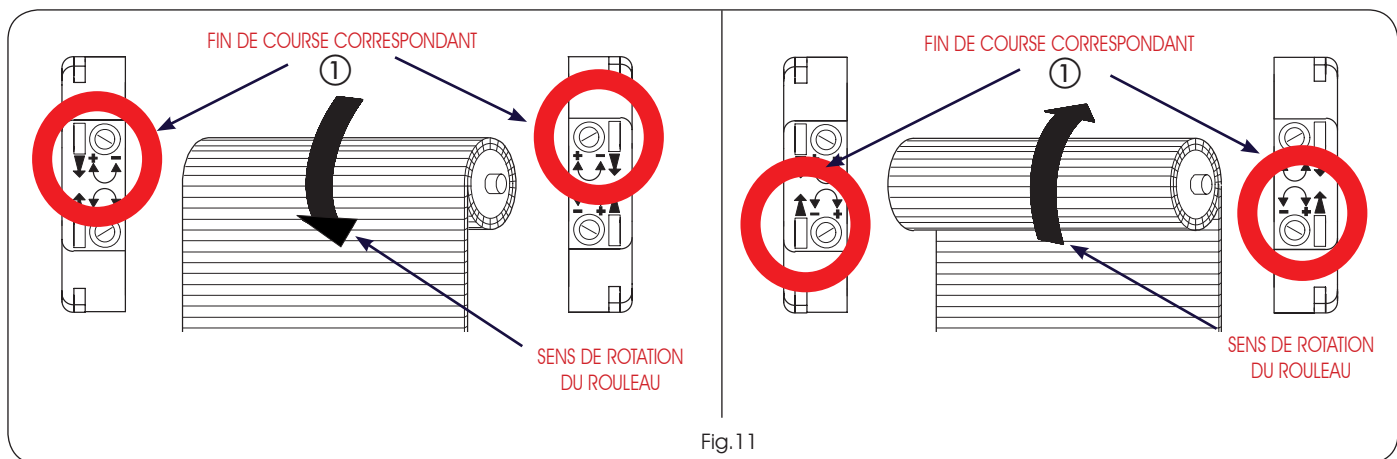

Fig.11
Pour faciliter l'identification des vis de réglage des fins de course, faire référence aux figures 11 - 12 suivant le côté de montage du moteur (DR ou GAU), et à la configuration du caisson (interne ou externe).
2) Avec l'outil de réglage, tourner la vis du fin de course correspondant au sens de rotation de descente du rouleau (Fig.11 réf.①), vers le signe plus (+) pour augmenter la course du rideau à enroulement, vers le signe moins (-) pour la diminuer.